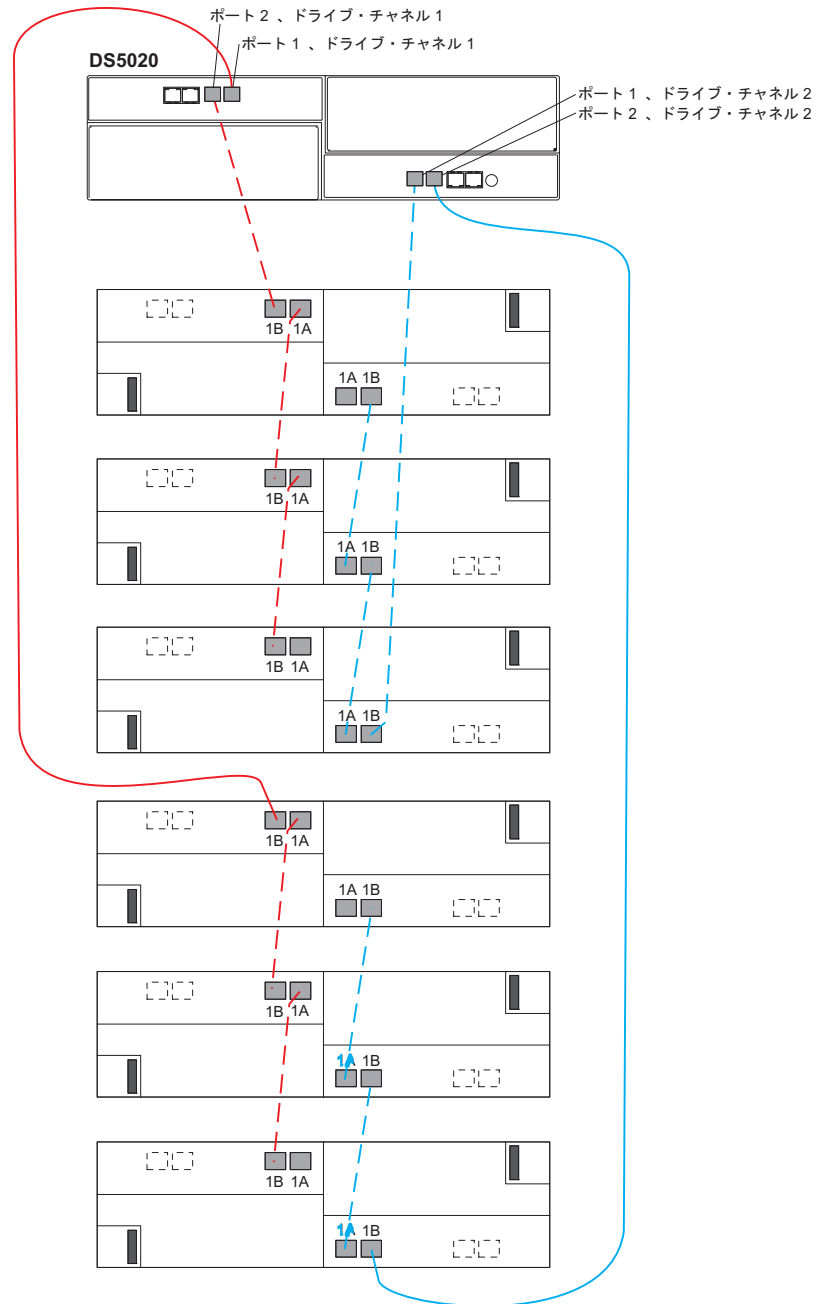

図 42. 1 つの DS5020 と最大 6 つのストレージ拡張エンクロージャーのケーブル接続
1 つの DS5020 ストレージ・サブシステムと 6 つまでのストレージ拡張エンクロージャーをケーブル接続する場合、図 42 に正しいケーブル接続トポロジーが示してあります。
7. 6 個のストレージ拡張エンクロージャーを DS5020 に接続する場合、両方のドライブ・チャンネル内のすべてのポートを使用します。ケーブル接続トポロジーについては、74 ページの図 42 を参照してください。